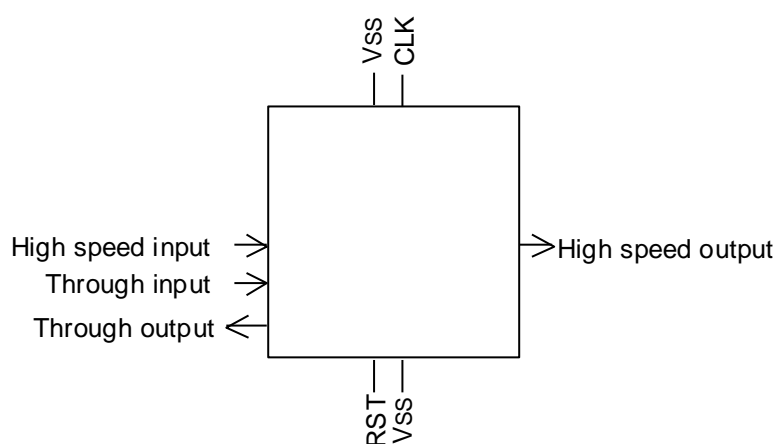

図 7-3 クリティカル信号配置例 1
- ① クロック系、リセット系などのノイズの影響を小さくする必要のある端子は、出力端子から離し電源端子の近くに配置して下さい。（図 7-3）
- ③ 高速で動作する入力、出力端子は IC（パッケージ）辺中央付近に配置して下さい。（図 7-3）
- ④ 特定の入力端子から出力端子までの遅延値がお客さまの仕様に対し余裕がない場合には、これらの入出力端子を近傍に配置して下さい。（図 7-3）